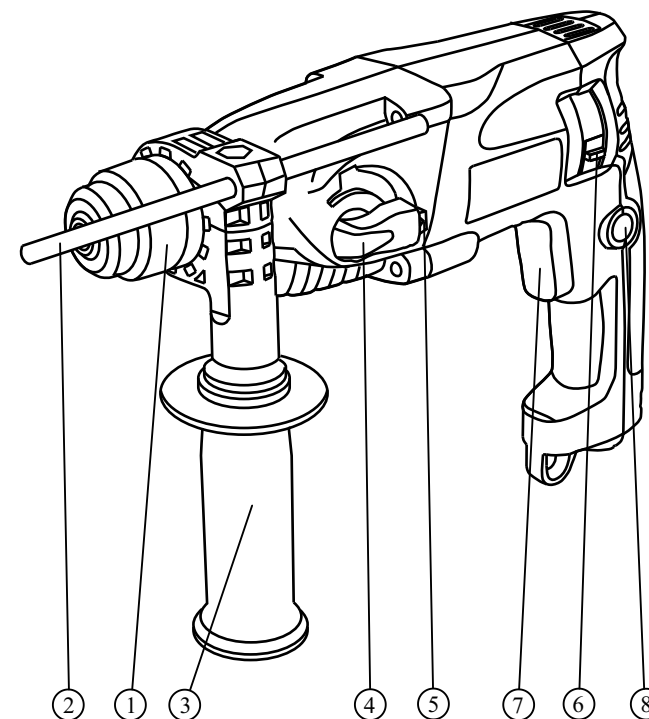

Рис. 1
4.1. Для установки рабочего инструмента оттяните фиксирующую втулку патрона 1 (рис. 1) назад до упора и установите инструмент в патрон, сориентировав его вокруг своей оси так, чтобы он вошел до конца. Отпустите втулку.